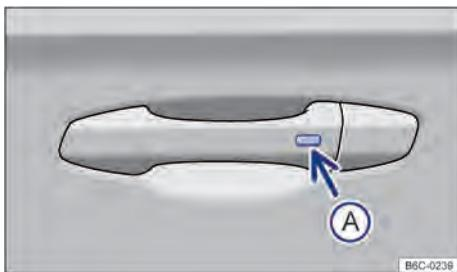

Fig. 52 Na maçaneta da porta: botão para destrar ou travar.
① Pressionar o botão → Fig. 52 Ⓐ no lado externo da maçaneta da porta.
① Estacionar o veículo e desligar a ignição.
② Pressionar o botão → Fig. 52 Ⓐ no lado externo da maçaneta da porta.
- Dentro de 5 segundos, pressionar o botão no lado externo da maçaneta da porta → Fig. 52 Ⓐ. Assim, não agarrar na maçaneta da porta. O sistema de travamento e partida Keyless Access sem chave está temporariamente desativado.
vada permanentemente, todos os vidros serão fechados. Se o jato de água ou de vapor se afastar brevemente da superfície do sensor → Fig. 52  A de uma maçaneta da porta e voltar a ser direcionado para ela, possivelmente todos os vidros se abrirão.
Um forte jato de água ou de vapor pode ativar as superfícies dos sensores nas maçanetas se, ao mesmo tempo, uma chave do veículo válida estiver na área de aproximação. Se no mínimo um vidro estiver aberto e a superfície do sensor → Fig. 52  em uma maçaneta da porta for ati-